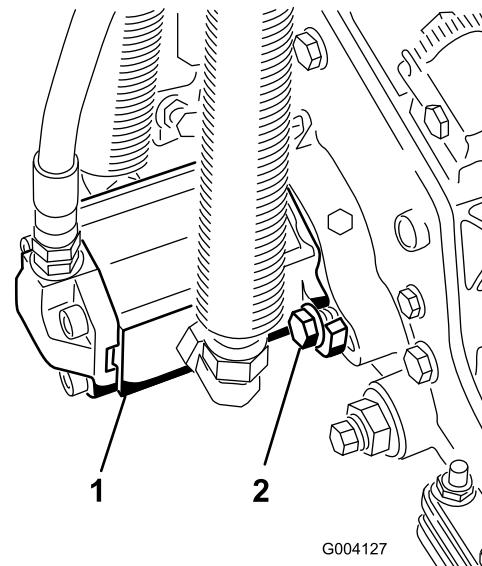

Figura 11
- 15. Instale el motor girándolo en el sentido de las agujas del reloj de modo que las briduras del motor no choquen con los tornillos de caperuza (Figura 11). Gire el motor en el sentido contrario a las agujas del reloj hasta que las briduras rodeen los tornillos de caperuza, luego apriete los tornillos de caperuza.